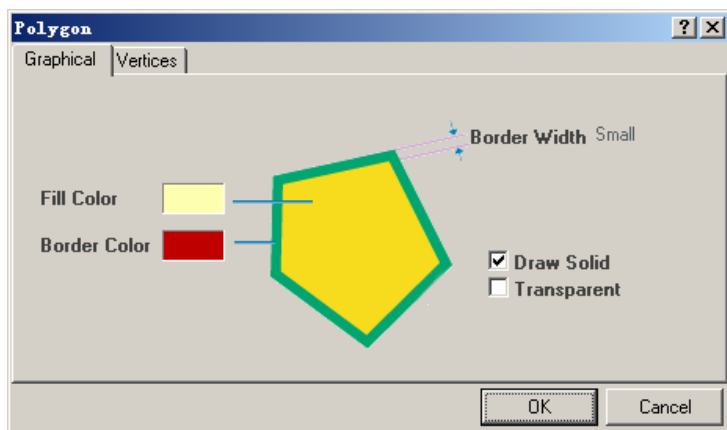

图 2.114 “Polygon”对话框
(2) 单击键盘上的“Tab”键，打开如图 2.114 所示的“Polygon”对话框。